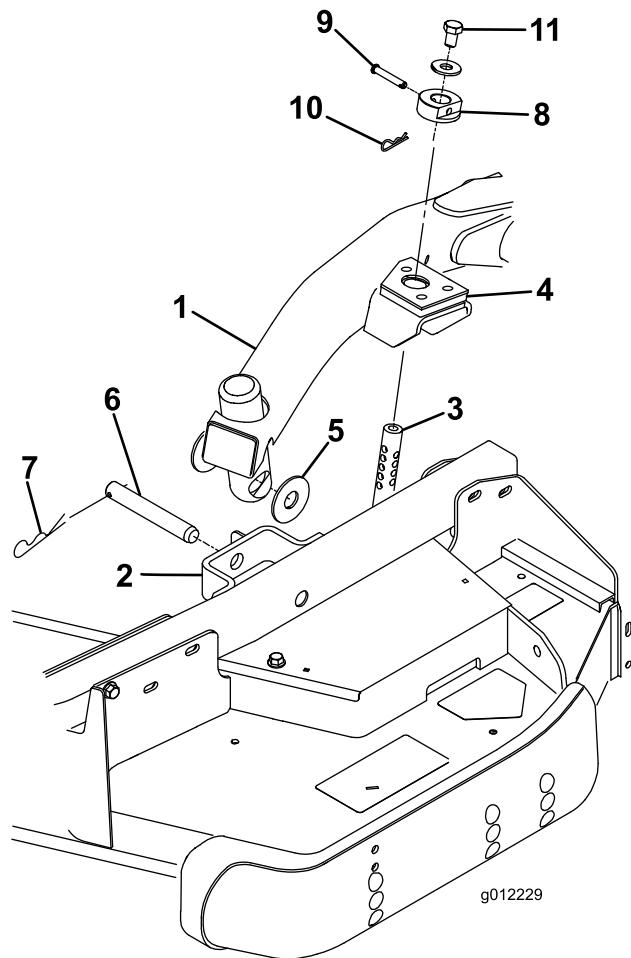

Figura 28
4. Desloque a alavanca de elevação para a posição Suspensa. Empurre um braço de elevação para baixo até que os furos no braço fiquem alinhados com os furos do suporte do braço da roda giratória e a haste de altura de corte possa ser inserida nas pastilhas do braço de elevação (Figura 28).
5. Prenda o braço de elevação ao braço da roda giratória com (2) anilhas de encosto, um passador de forquilha e um pino de gancho. Posicione as anilhas de encosto entre o braço de elevação e o suporte do braço da roda giratória (Figura 28). Insira a extremidade do gancho na ranhura da patilha do braço da roda giratória para fixar o contrapino.
9. Instale o anel da altura de corte nas varetas da altura de corte e prenda os passadores de forquilha e pernos do gancho (Figura 28). A cabeça do passador de forquilha deve ser posicionada virada para a frente da plataforma.
10. Instale um parafuso de 1/2 x 3/4 pol. e uma anilha na parte superior de cada vareta da altura de corte (Figura 28).